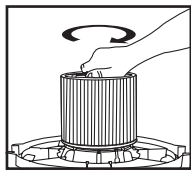

FIGURA 17
22. Sostenga la tapa del depósito con una mano, gire la manija del retenedor del filtro en el sentido de las agujas del reloj para ajustarlo, asegurando el filtro en su lugar. **FIGURA 17.**